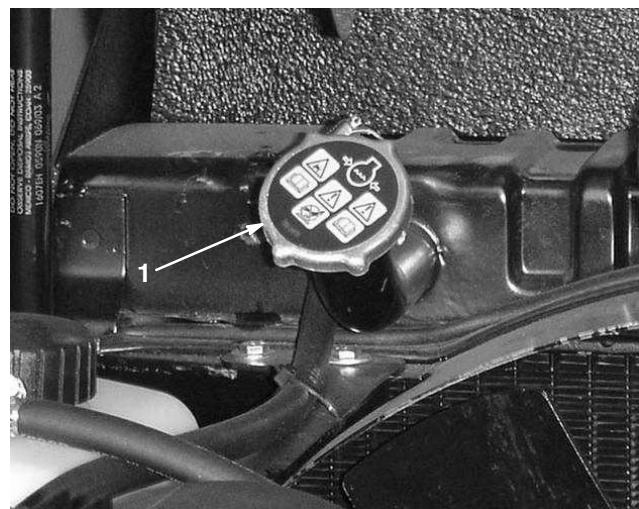
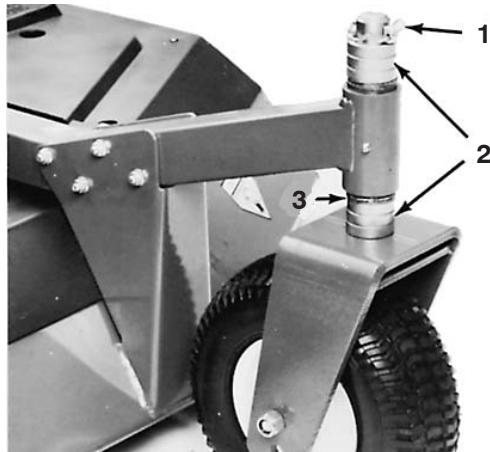

Bild 9
Bild 14
5. Beim Einfüllen größerer Flüssigkeitsmengen sollten Sie den Kühlerdeckel abnehmen (Bild 9) und den Kühler auffüllen, bis der Kühlmittelstand über dem Kühlerkern und ungefähr 25 mm bis zur Unterkante des Einfüllstutzens liegt.
- Nehmen Sie an allen anderen Laufrädern den Klappstecker aus den Laufradgabelwellen heraus (Bild 14). Nehmen Sie die Laufradwelle und die Distanzstücke von den Laufradarmen (Bild 14). Setzen Sie die Distanzstücke auf die Laufradspindel, sodass Sie die gewünschte Schnitthöheneinstellung erzielen. Montieren Sie dann die Laufradgabel am Arm (Bild 9). Setzen Sie die restlichen Distanzstücke auf die Welle und befestigen Sie alles mit dem Klappstecker (Bild 14).